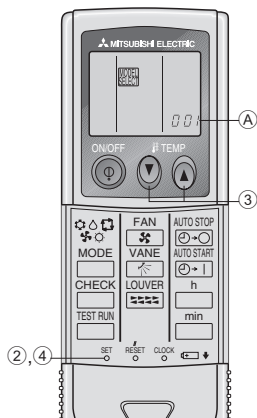

Fig. 6-6
- (1) Attacher le support de la télécommande à l'endroit voulu à l'aide de vis à taraud.
- (2) Mettre la partie inférieure de la télécommande dans le support.
- (A) Télécommande
- (B) Mur
- (C) Écran d'affichage
- (D) Récepteur
3) Programmation (Fig. 6-6)